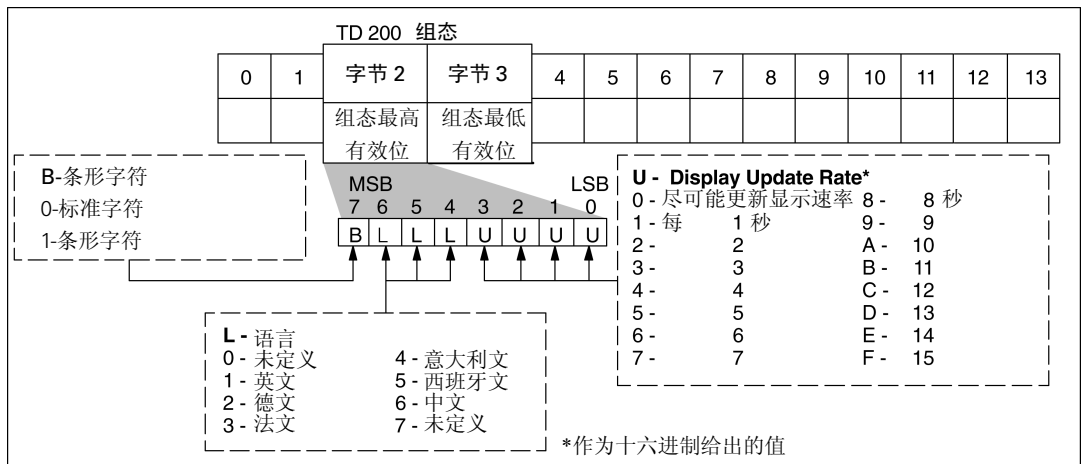

图 D-3 TD 200 参数块的字节 2 中所包含的消息
**TD 200 组态 字节 2 和 3** 利用 TD 200 参数块的字节 2 可以组态想用的语言和更新时间。图 D-3 显示了包含在参数块字节 2 中的消息。
- (L)语言 语言选项决定了 TD 200 菜单的显示语言。
- (U)更新速率 更新速率选项决定了 TD 200 多长时间轮询一次 S7-200 CPU 要显示的消息。实际更新时间可能由于消息的大小和所需处理的不同而慢一些。
- (B)条形字符 利用条形字符选项可以使用一种为在 TD 200 上显示而设计的字符。见第 5 章。当正在使用源 TD 200 字符集时，该选项是有效的。(见图 D-3 中的“B”。)